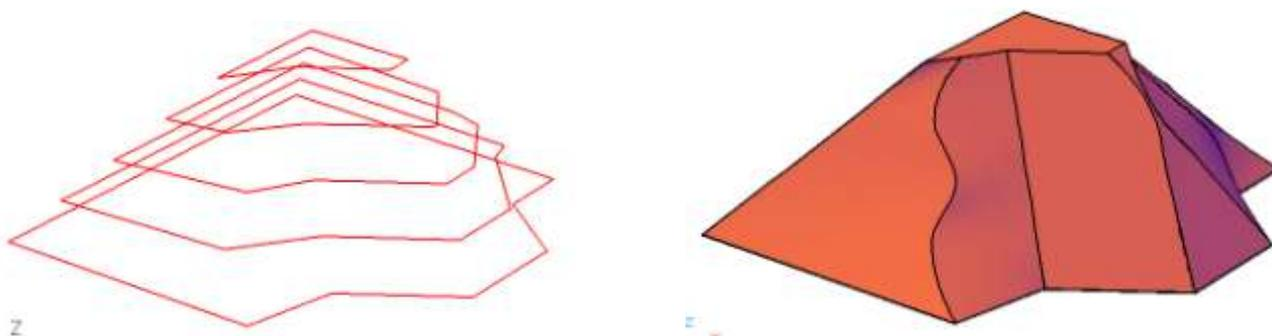

Рис. 36
- нажмите клавишу Enter (рис. 36).